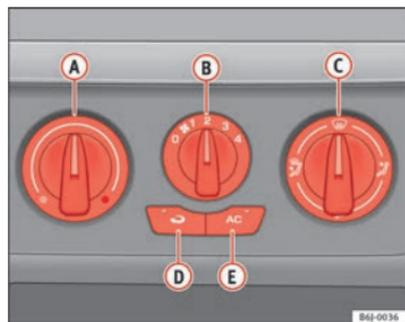

Fig. 101 Mandos del Aire Acondicionado en el tablero de instrumentos
– Con los reguladores \Rightarrow fig. 101 **A** y **C** y con el mando **B** se regula la temperatura, la velocidad del ventilador y la distribución del aire.